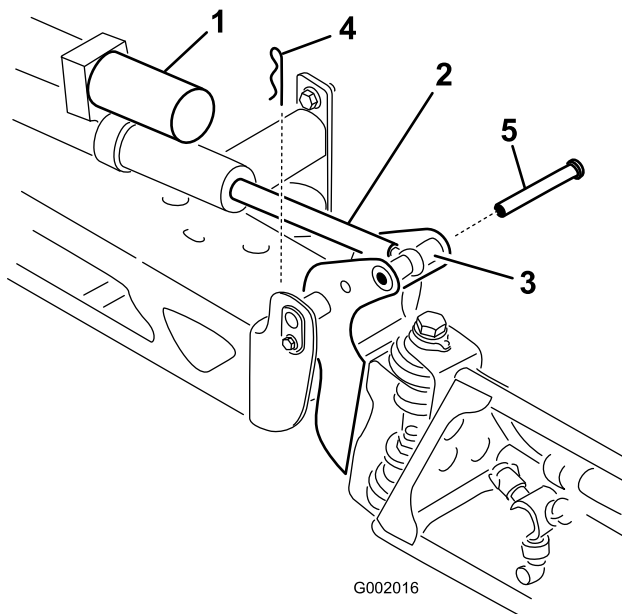

Bild 43
2. Nehmen Sie den Splint vom Lagerbolzen ab (Bild 43).
6. Heben Sie den Ausleger an, um das Scharnier mit der Aktuatorstange auszurichten. Halten Sie den Ausleger fest und stecken Sie den Stift durch das Scharnier des Auslegers und die Aktuatorstange (Bild 43).
3. Heben Sie den Ausleger an und nehmen Sie den Stift ab (Bild 43). Senken Sie den Ausleger langsam auf den Boden ab.